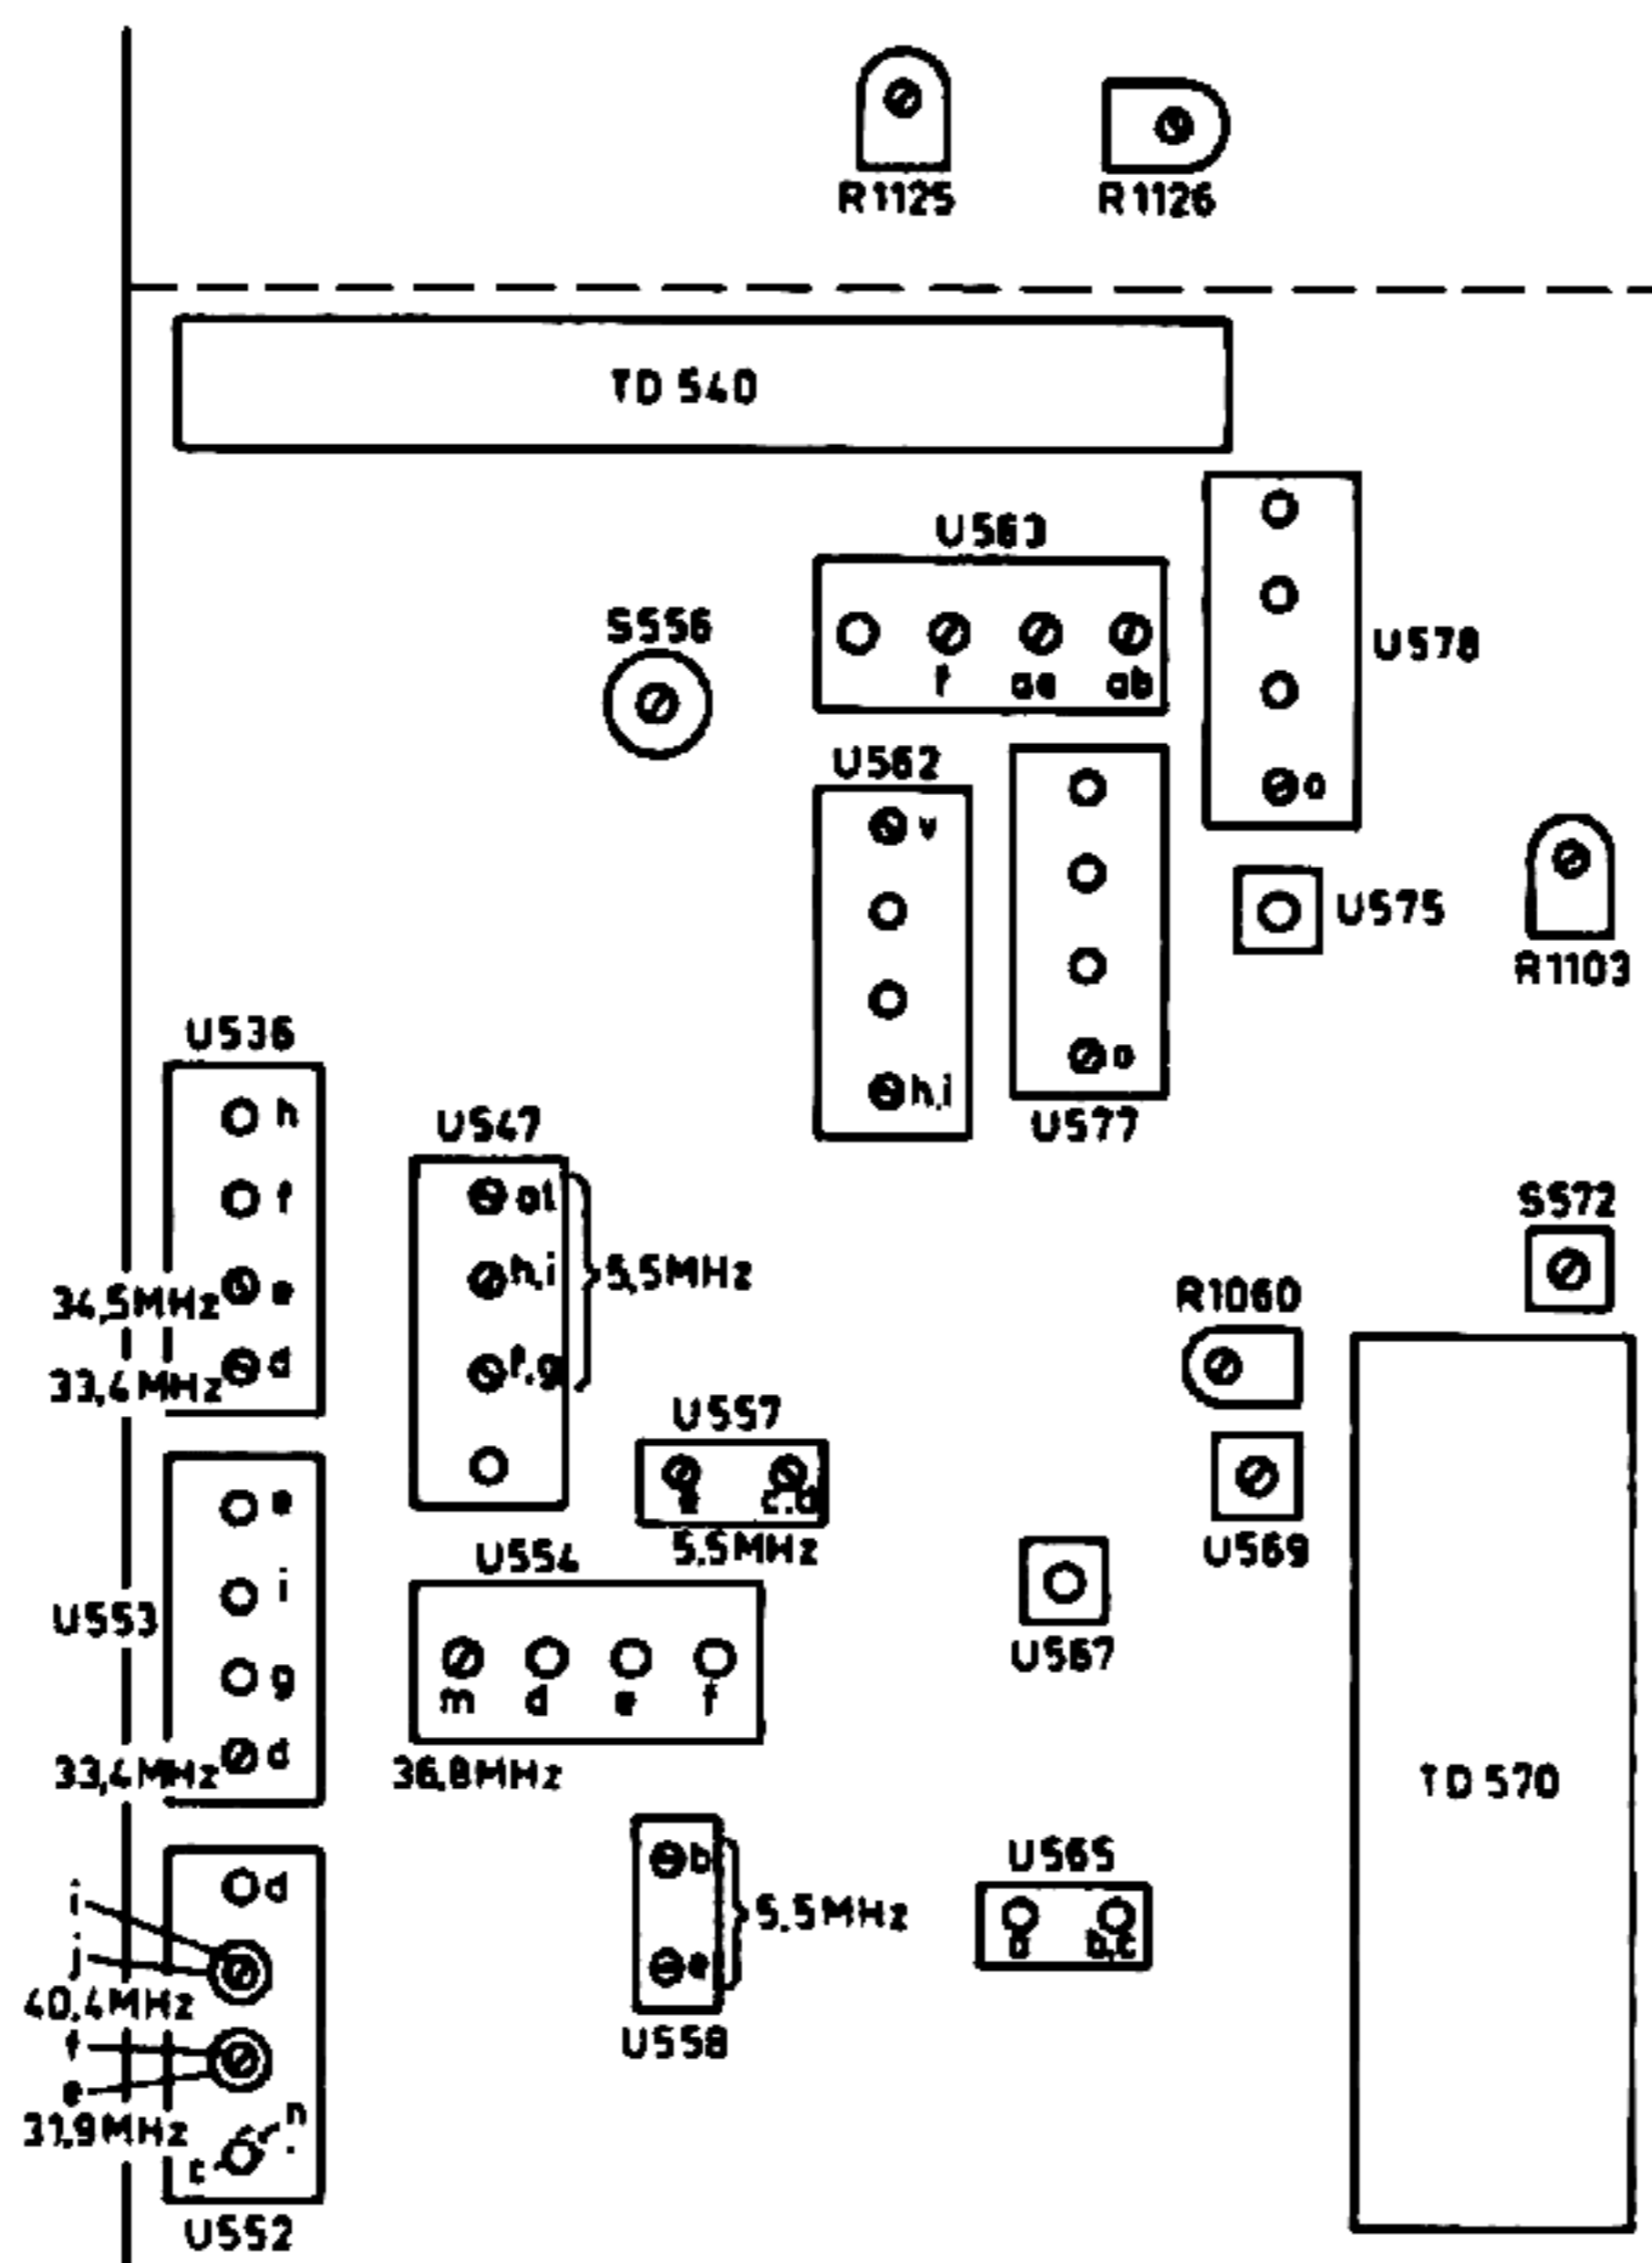

Fig. 6
Raccorder un voltmètre électronique (position 10 V₋₋₋ négatif) au noeud S541/C654 (point de mesure "M3") et régler les noyaux mentionnés ci-dessous à la déviation minimale de l'instrument de mesure (voir fig. 6).
1. Détecteur de chrominance FI (voir fig. 6)
S541/C654 (Messpunkt "M3") anschliessen und unten erwähnte Kerne auf minimalen Zeigerausschlag abgleichen (siehe Fig. 6).
1. ZF-Farbartdetektor (siehe Fig. 6)
3. Amplificateur de chrominance de 4,43 MHz (voir fig. 6)
3. Der 4,43-MHz-Farbartverstärker (siehe Fig. 6)
Partie sonore de 5,5 MHz (voir fig. 6)
5,5-MHz-Tonteil (siehe Fig. 6)